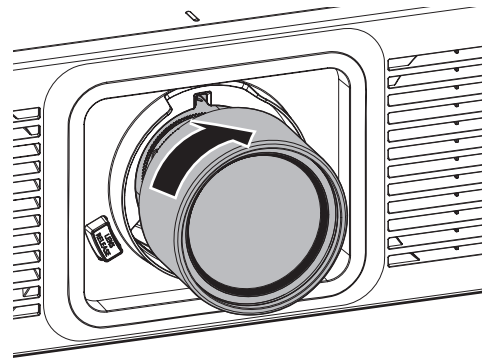

Abb. 3
3) Das Projektionsobjektiv im Uhrzeigersinn bis zum Anschlag drehen. (Abb. 3)